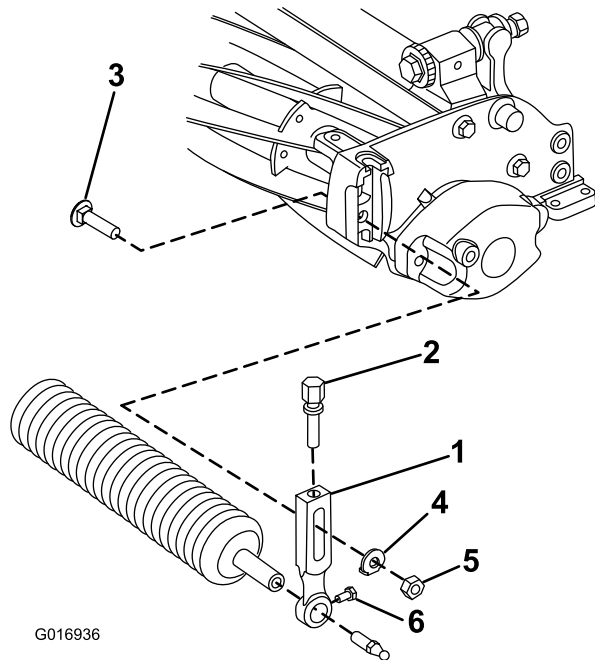

Bild 3
1. Entfernen Sie die Senkschraube, Scheibe und Bundmutter, mit denen einer der Schnitthöhenarme an der Seitenplatte der Schneideinheit befestigt ist (Bild 3).
5. Befestigen Sie die Rolle lose mit dem vorher entfernten Schnitthöhenarm und den Befestigungen an der Schneideinheit (Bild 3).
7. Ziehen Sie die Befestigungsschrauben der Rolle an (Bild 3).
2. Lösen Sie die Rollenbefestigungsschrauben in den Schnitthöhenarmen (Bild 3).
3. Schieben Sie die Rollenwelle in den Schnitthöhenarm am anderen Ende der Schneideinheit (Bild 3).
4. Schieben Sie den Schnitthöhenarm auf die Rollenwelle (Bild 3).